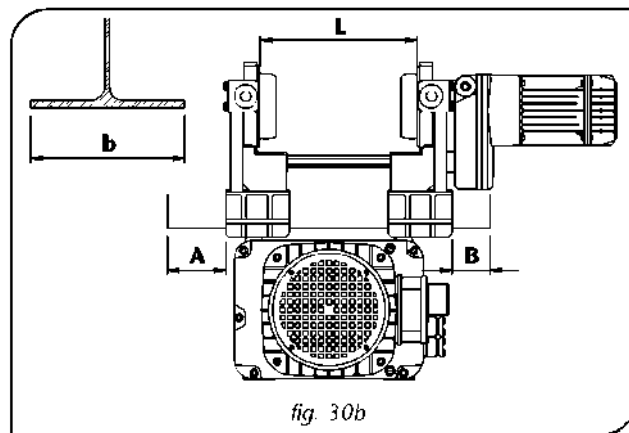

fig. 30b
Przed rozpoczęciem instalacji na wysokości sprawdzić u stawienie wewnętrznej przestrzeni (L) pomiędzy kołami pod kątem szerokości (b) wysuwanego skrzydła dźwigara dla wysokości podanych w tabelce (rys. 30b).